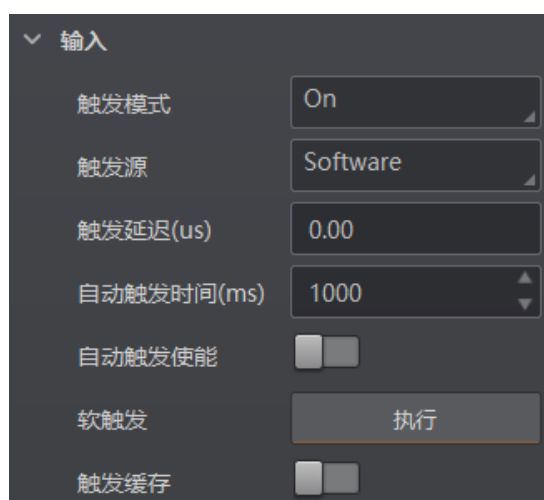

图3-44 软触发参数设置
5. 若触发源选择软触发，可单击软触发的“执行”按钮，手动进行触发。也可以开启自动触发使能后，设置自动触发时间实现自动触发，此为IDMVS客户端功能，如图3-44所示。